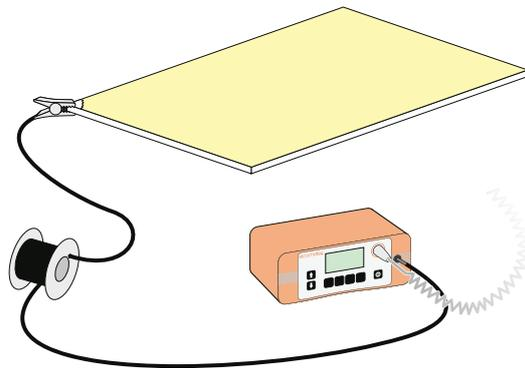

图2
- 2 连接夹紧接地信号反馈线到基底的暴露部分. 将电缆的另一端插入仪器(图2).